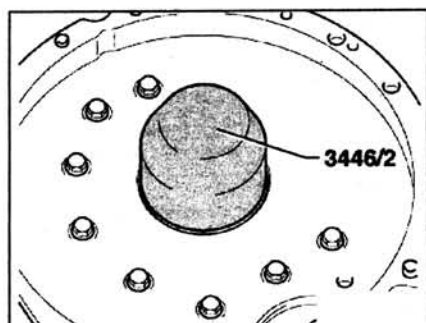

Рис. 2.62. Запрессуйте сальник с помощью приспособления 3446/2 в маховик до упора.
36. Запрессуйте сальник с помощью приспособления 3446/2 в маховик до упора (рис. 2.62).